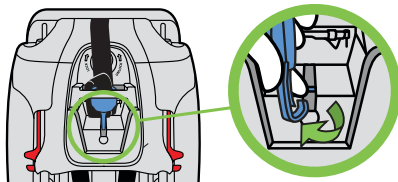

Figure 140
**Retrait:** Retirez le manuel d'instructions et la courroie d'ancrage supérieure de l'arrière du siège. Pressez et maintenez ainsi le ressort de rétention sur le crochet d'attache, retirez ensuite le crochet de la barre de rangement, tel qu'illustré dans la **Figure 140**, puis remettez le manuel d'instructions à sa place.